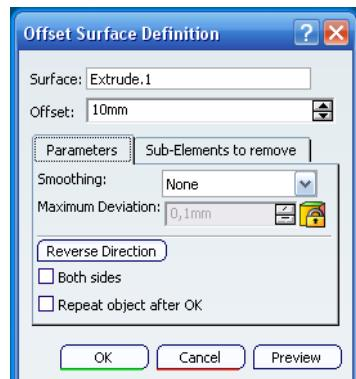

Ilustración 389: Definición de Offset.
**Offset (Superficies paralelas).** Esta operación consigue una superficie paralela a otra ya existente, a una distancia dada, basta con seleccionar la superficie a repetir y el valor de la distancia a la que se quiere la nueva superficie. La ventana de definición es la que se muestra en la Ilustración 389.